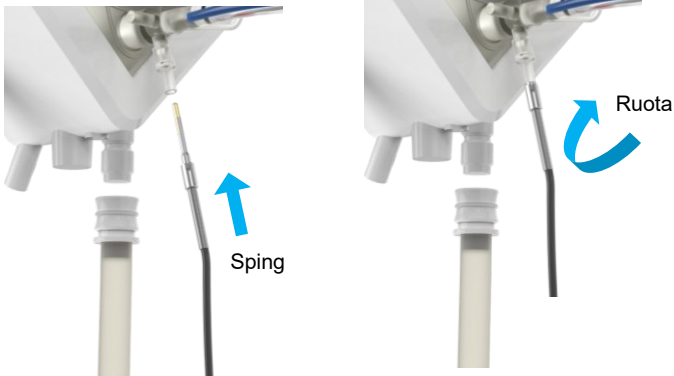

Figura 14 Collegamento del sensore di temperatura all'ossigenatore
- Collegare il sensore rosso T1 all'uscita dell'ossigenatore (Figura 14).